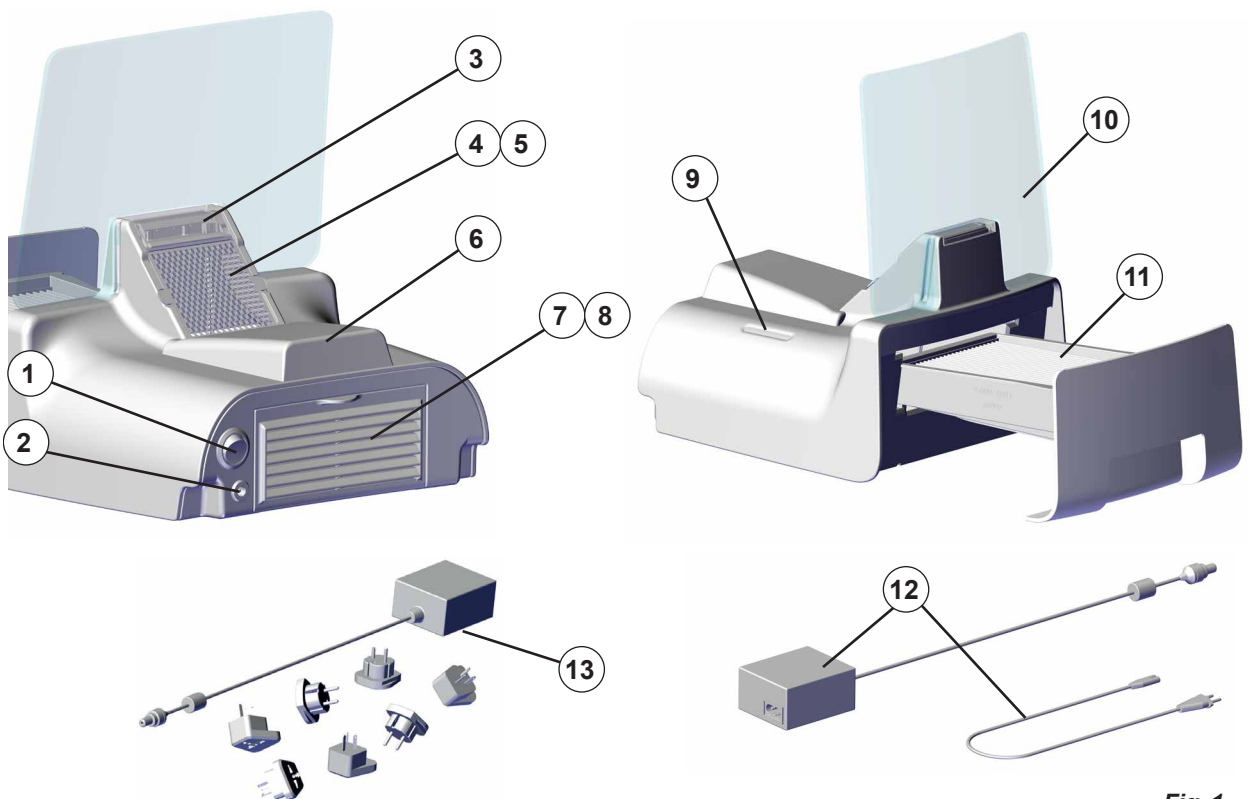

Fig. 1
- ⇒ Disinserire l'apparecchio tramite l'interruttore On / Off (1, Fig. 1).
Alimentatore da tavolo (12, Fig. 1):
Alimentatore a spina (13, Fig. 1):
L'apparecchio si accende e si spegne tramite l'interruttore On/Off (1, Fig. 1).